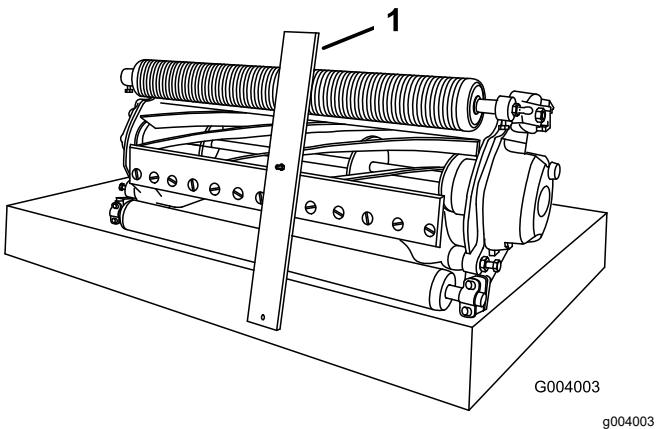

図 15
2. 刈高ゲージのボルトの頭を下刃の先端に引っかけ、バーの後端を後ローラに当てがう 図 15。